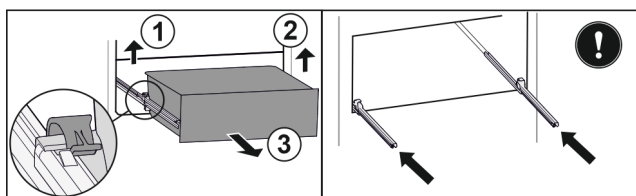

Fig. 43
- ▶ Løft den venstre klemme, og træk samtidigt skuffen i venstre side fremad. Fig. 43 (1)
- ▶ Løft den højre klemme, og træk samtidigt skuffen i højre side fremad. Fig. 43 (2)
- ▶ Tag skuffen ud fremefter. Fig. 43 (3)